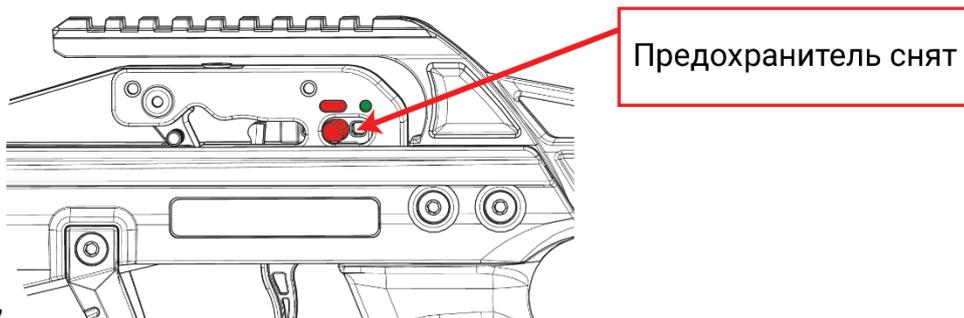

Рис.7
2. Убедитесь, что арбалет снят с предохранителя (положение рычажка в красной зоне). Если арбалет на предохранителе (зеленая зона), переключите рычажок в красную зону перед взведением (Рис. 7).